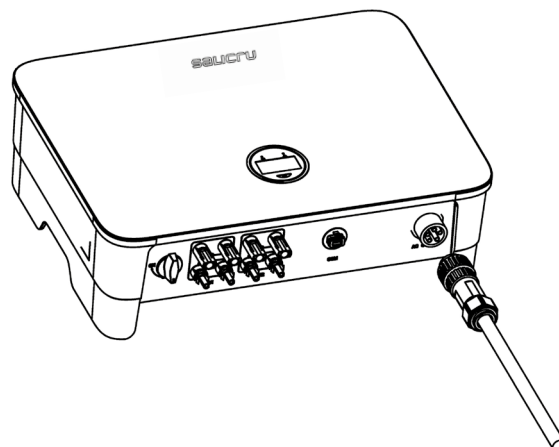

Fig. 37. Raccordement du connecteur CA à la borne CA de l'onduleur.
- f. Brancher le connecteur CA à la borne CA de l'onduleur. Un clic doit se faire entendre pour indiquer que le connecteur est bien raccordé (cf. Fig. 37) :